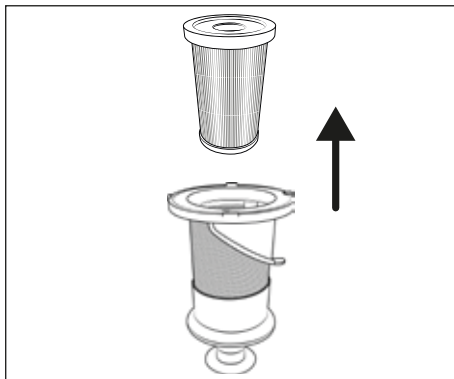

Abb. 20
- 3) Entnehmen Sie den EPA-Filter **5** aus dem Edelstahlfilter **6**, indem Sie in die Öffnung des EPA-Filters **5** greifen und diesen aus dem Edelstahlfilter **6** herausziehen (siehe Abb. 20).